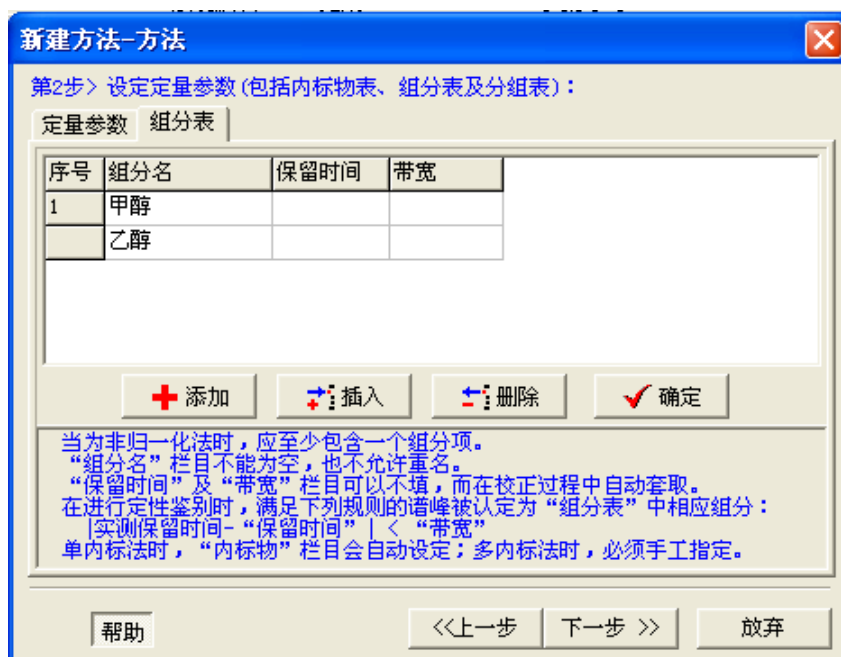

图 3-21
(1) 定量基准的选择：定量基准可以根据需要选择面积或高度。
(2) 定量方法的选择：按需选择归一法、校正归一法、内标法、外标法和指数法。
(3) 如果选择的是归一法，请点击下一步按钮，继续方法的设置。
(4) 如果选择的是非归一法，请在组分表中输入样品的组分名并点击确定按钮，如图 3-21 所示。